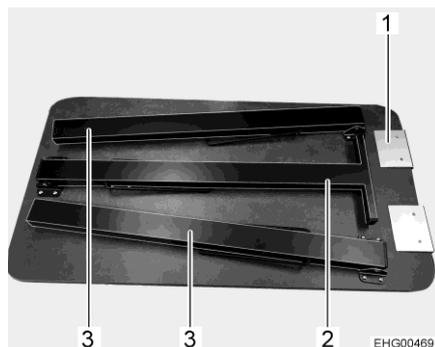

Fig. 7 Tavolo (gamba del tavolo chiusa)
- Agganciare il tavolo alla guida nella zona cucina dal lato corto (Fig. 7,1).
- Aprire la gamba centrale del tavolo (Fig. 7,2).
- Aprire le 3 gambe del tavolo (Fig. 7,2 e Fig. 7,3).